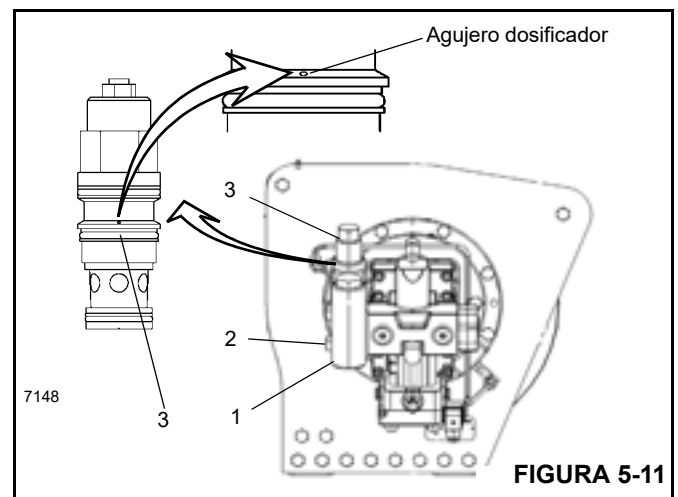

FIGURA 5-11
1. Retire la manguera y el bloque de válvula equilibradora (1) del conjunto del motor (Figura 5-11).
2. Para retirar el bloque de válvula equilibradora (1), suelte y retire los cuatro pernos (2).
3. Retire la válvula equilibradora (3) del bloque (1) e inspeccione el agujero dosificador pequeño en el costado de la válvula de cartucho para comprobar que no está obstruido. Revise los anillos "O" para asegurar que no estén cortados ni aplastados.